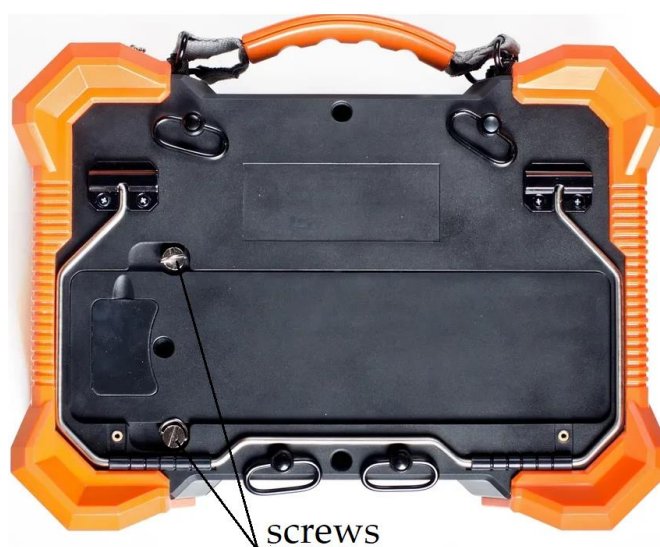

Рисунок 60. Замена аккумулятора.
- Открутить винты (см. рисунок 60), используя шлицевую отвертку или пальцы (D-образные кольца позволяют откручивать винты без отвёртки),